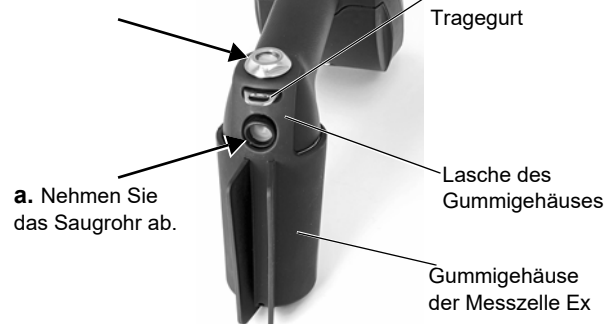

Abb. 14: Entfernen des Gummigehäuses der Messzelle Ex
1. *Nur für DMA 35 Ex und DMA 35 Ex Petrol (siehe Abb. 14):*